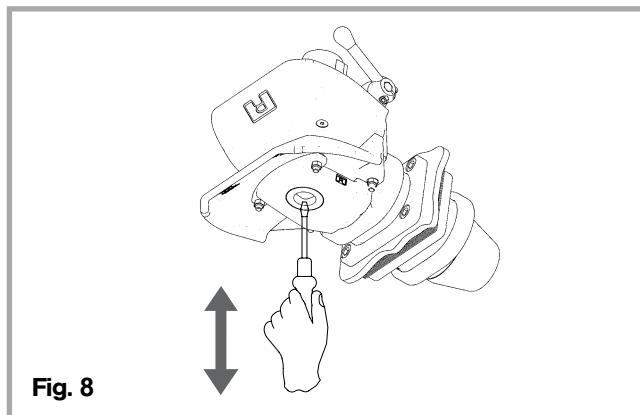

Fig. 8
- Il gioco in altezza nel perno di traino (v. fig. 8) deve essere di **max 5 mm**.